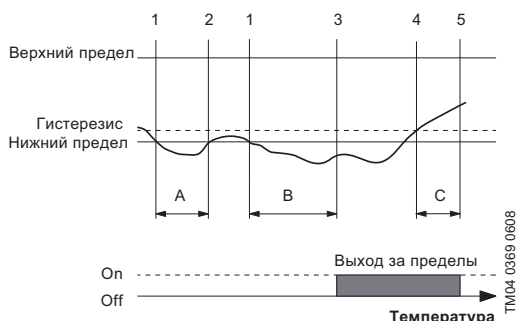

Рис. 93 Пример выхода за нижний предел
Данная функция является функцией контроля, она выдаёт информацию, предупреждение или аварийный сигнал при превышении нижнего или верхнего предельного значения (см. рис. 93).
В данной функции имеются два таймера: таймер задержки обнаружения и таймер задержки сброса. Таймер задержки обнаружения запускается при выходе за предельное значение (1). См. рис. 93. Данный таймер является настраиваемым.